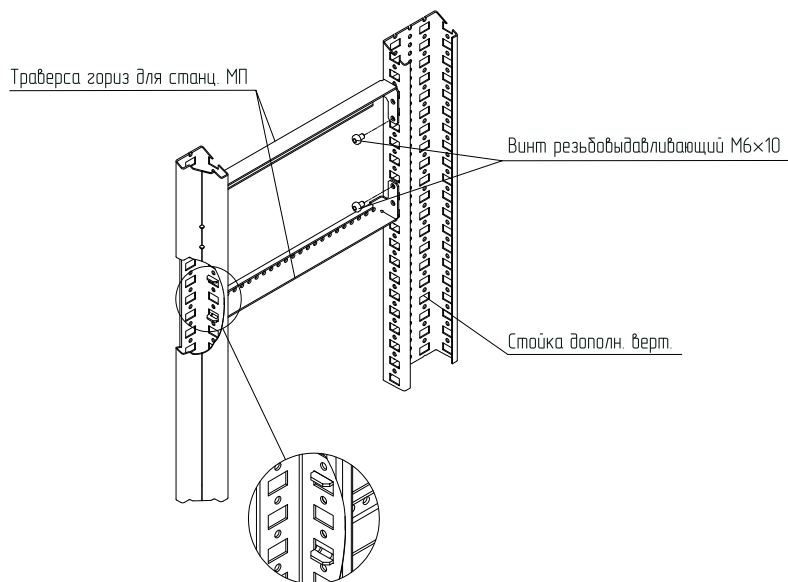

Рисунок 3
4.1.2 Закрепить на нужной высоте траверсы горизонтальные для стационарных МП винтами М6×10 между стойкой каркаса и стойкой дополнительной вертикальной (рисунок 3). Момент затяжки – 7 Н·м.